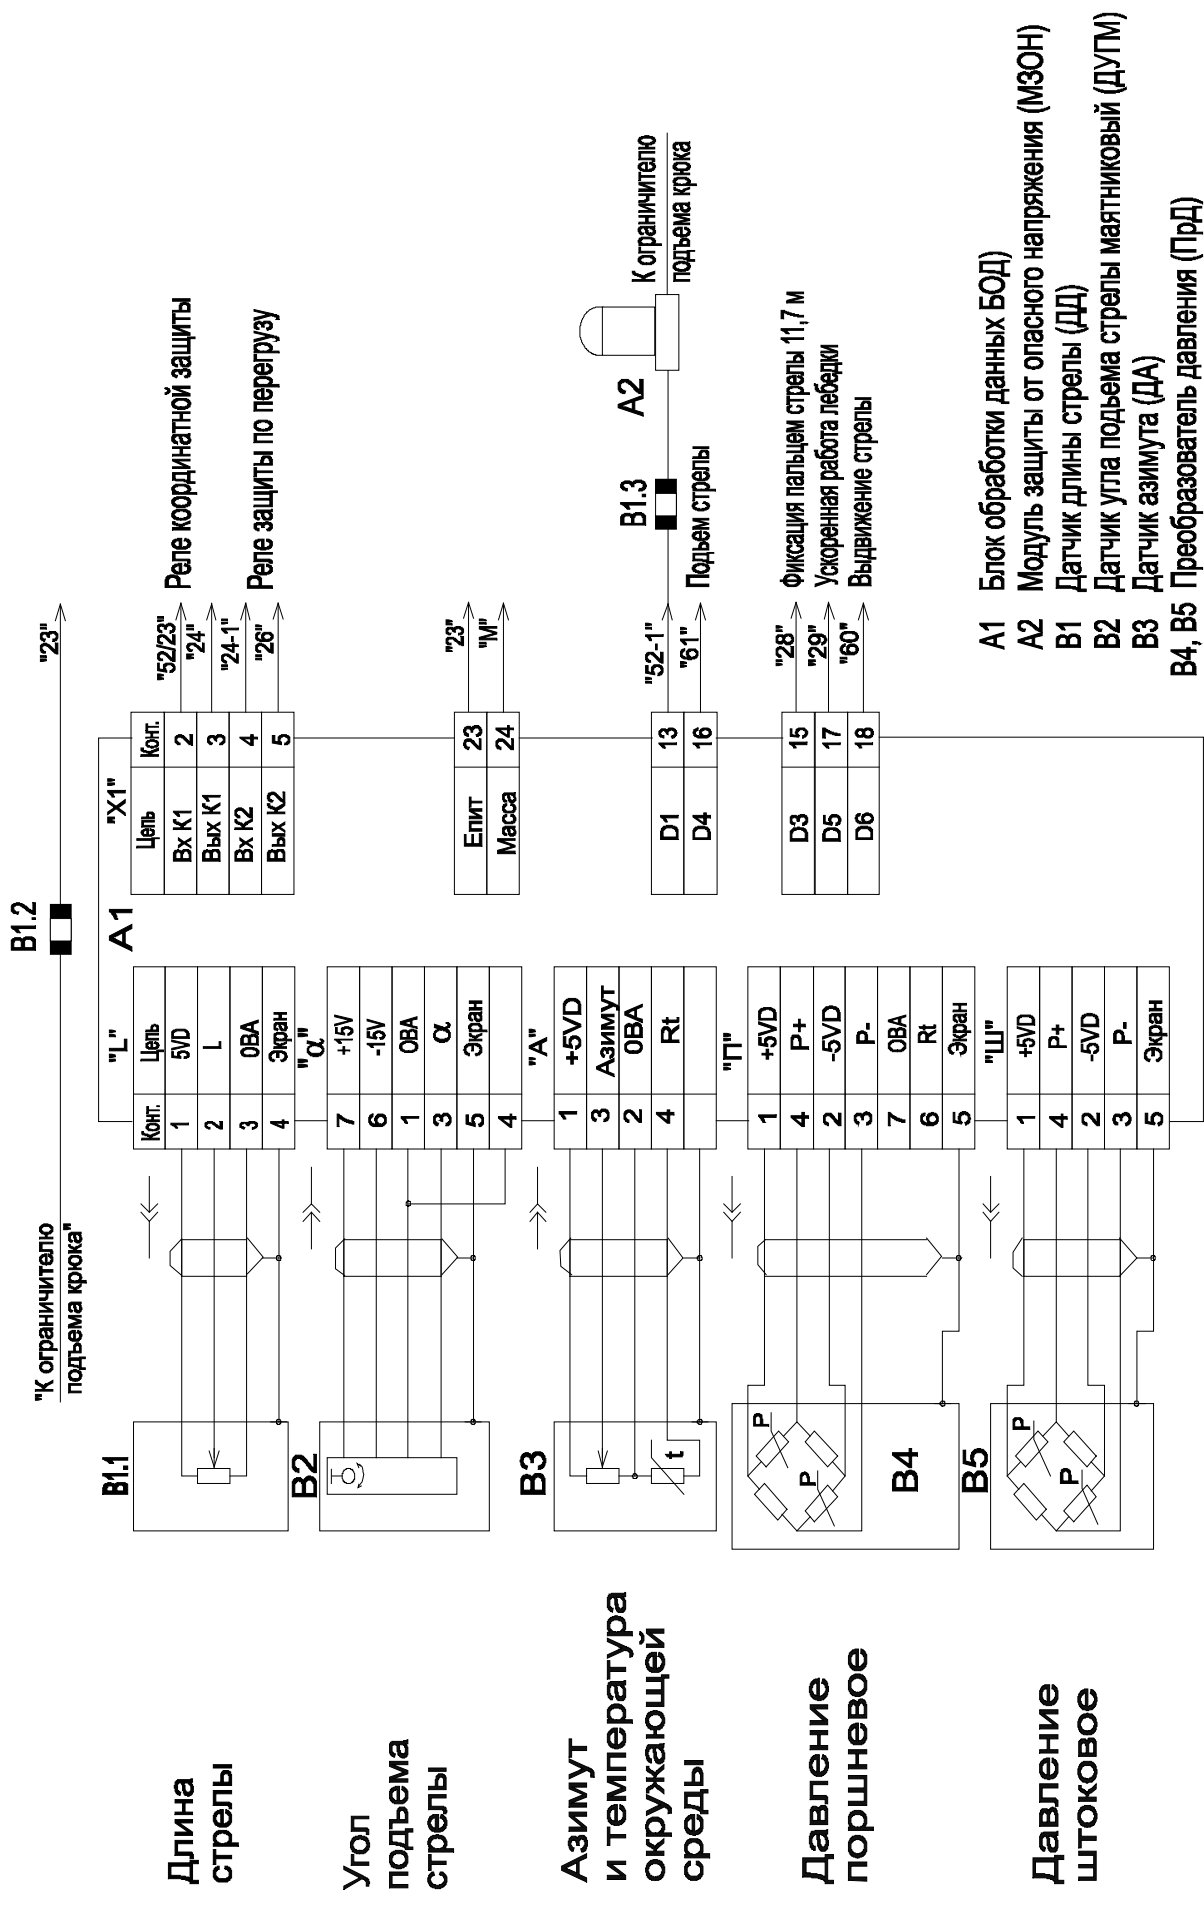

Рисунок 2 - Схема включения ограничителя ОНК-140 на кране
1.4.2 ОНК подключается к системе управления крана (см. рисунок 2) посредством разъемов: через разъем X1 БОДа проходят цепи управления исполнительными механизмами, цепи питания изделия, сигналы с концевых выключателей, связанных с ручками управления крана; датчики подключаются к прибору через индивидуальные разъемы.